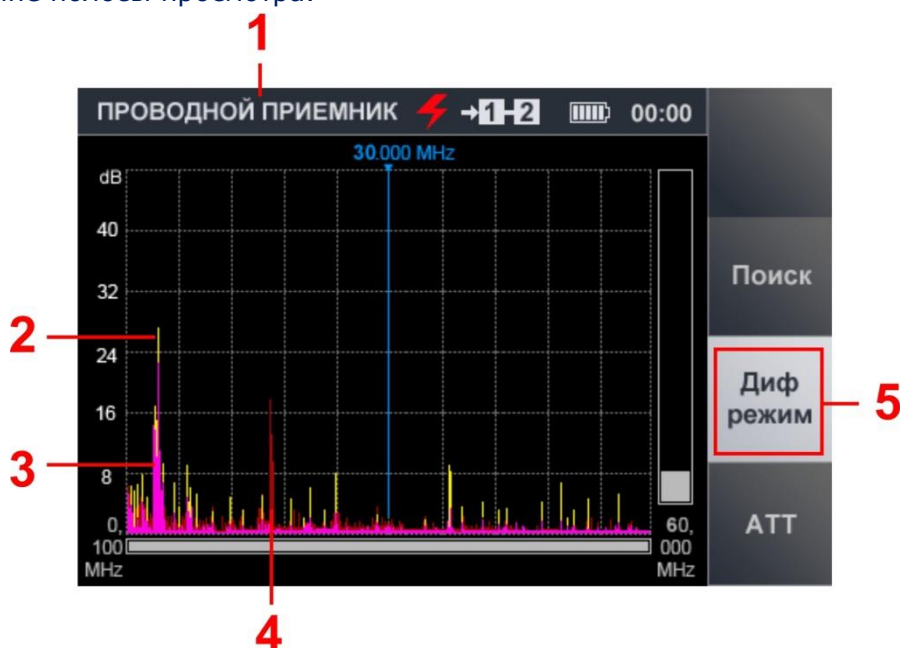

Рис.31
**Цифрами на рис.31 обозначено:**